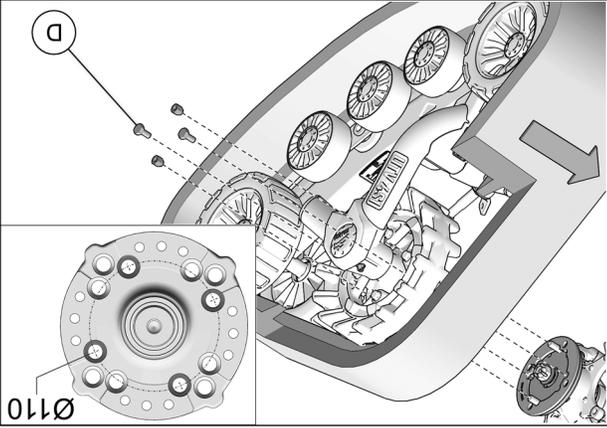

Fig. 23
9. Installer des systèmes de traction aux véhicules équipés de **ROUES EN ALUMINIUM** est problématique si on utilise les boulons de roue d'origine; en raison de la longueur des filets des boulons. Utiliser obligatoirement les boulons de roue (D) fournis dans l'ensemble d'installation..
10. Fixer le système de traction au moyeu de roue arrière. Utiliser les écrous de roue du véhicule et les boulons de roue M12 (D) fournis sur le cercle de perçage de Ø110 mm. Voir la Fig. 23